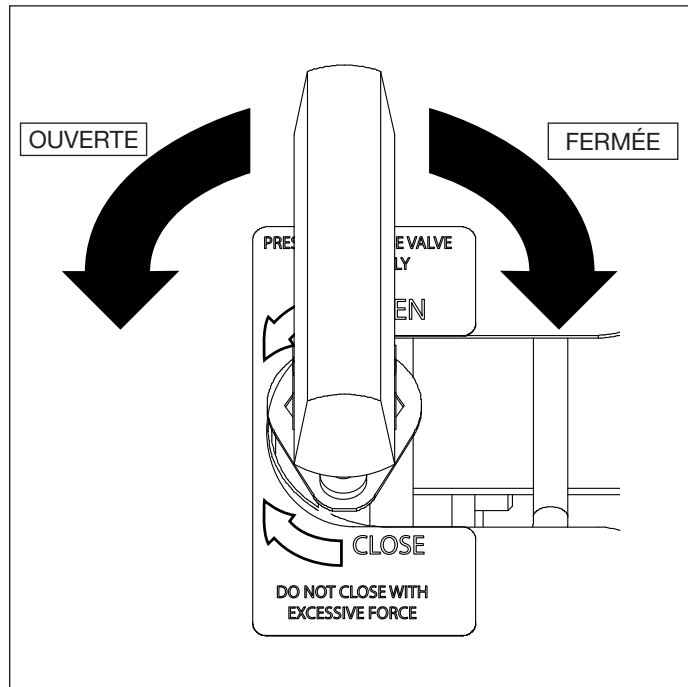

Figure 4, Valve de décharge manuelle.
1. Tournez la poignée de la soupape de décharge manuelle dans le sens inverse des aiguilles d'une montre jusqu'à la position d'ouverture pour décompresser. Voir la Figure 4.
2. Vérifiez que le manomètre indique zéro (0) bar/psi.